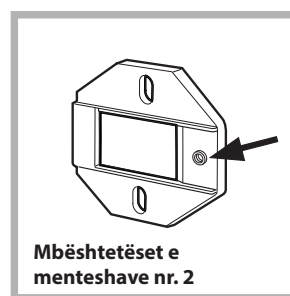

Fig. 1
- Vendosni mbështetëset e menteshave në panelin e përparmë të pajisjes, duke e pozicionuar vrimën e shënuar me shigjetë në *fig. 1* në mënyrë që të jetë në anën e brendshme të panelit të përparmë. Vendosni një distancues (*fig. 4/B*) midis sipërfaqeve duke përdorur vida të tipit **C**.